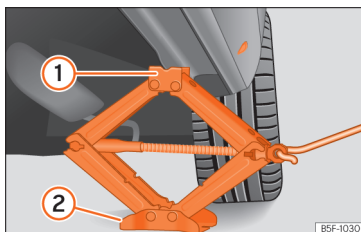

Рис. 200 Установлення домкрата під поріг кузова.
- Установіть домкрат. Повертайте рукоятку домкрата, доки його верхній упор **1** >>> **рис. 200** не опиниться під лонжероном.